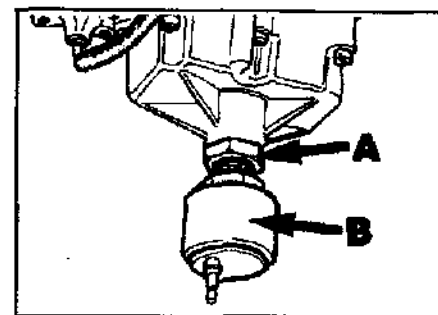

Рис.3 Регулировка уровня СО.
- Если уровень СО не в норме, то необходимо отпустить контройку (А, Рис.3) и вращением клапана добиться необходимого показания прибора. После этого затянуть контройку.